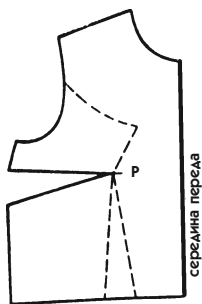

Рис. 520
3. На новом подготовительном лекале (рис. 520) с верхней вытачкой, переведенной к боковому срезу, и вытачкой от талии на обычном месте проведите несколько иную линию зигзагообразной вытачки. Она косо отходит от точки Р и заканчивается у проймы на уровне ширины груди.